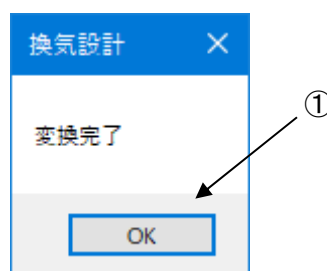

図5
- (3) 変換完了の画面 (図 5) が表示されます。
[OK] ボタン (図 5-①) をクリックします。